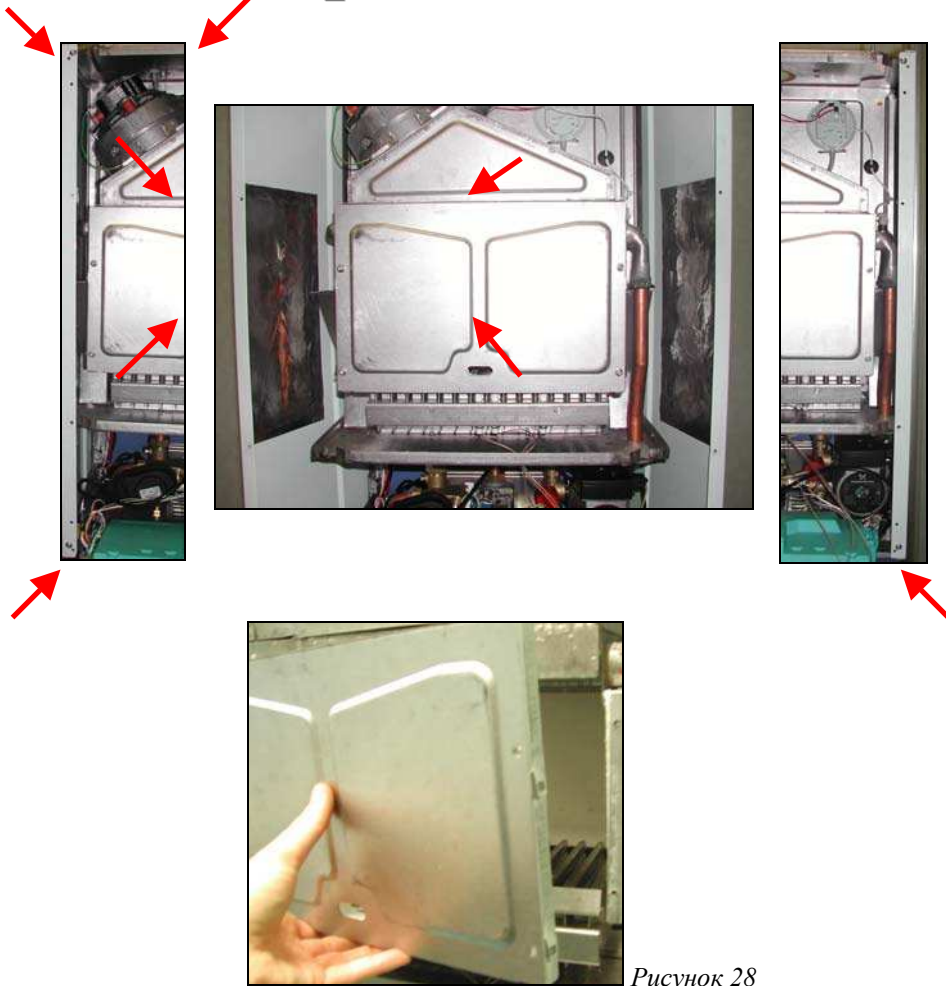

Рисунок 28
- 19.5.** У котла модели НК (закрытая камера сгорания) снимите крышку камеры сгорания, отвинтив четыре винта по бокам. (Рисунок 28)